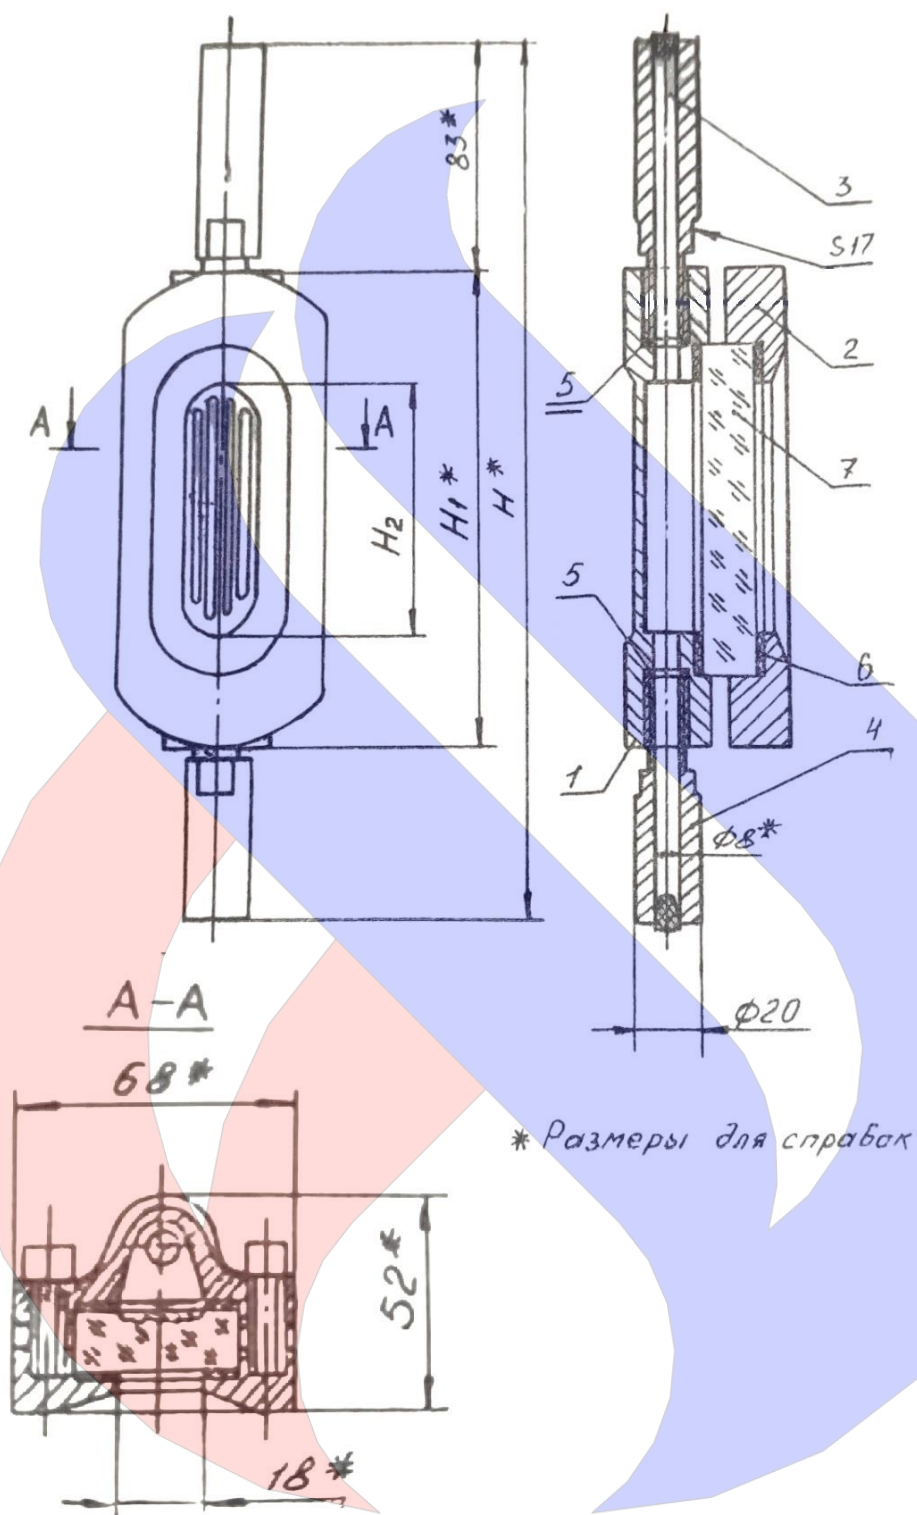

Рисунок 1
1.2. Указатель (см. рисунок 1) состоит из корпуса 1, крышки 2, верхней трубки 3, нижней трубки 4, прокладок 5 и 6, специального указательного стекла 7.